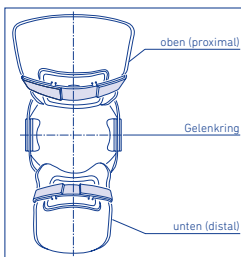

Abb. 3: Vordere Schlabe
- Durch die beiden Kniekehlenpolster (Abb. 3) wird ein 4-Punkt-System realisiert, z. B. bei vorderer Instabilität (Schublade).